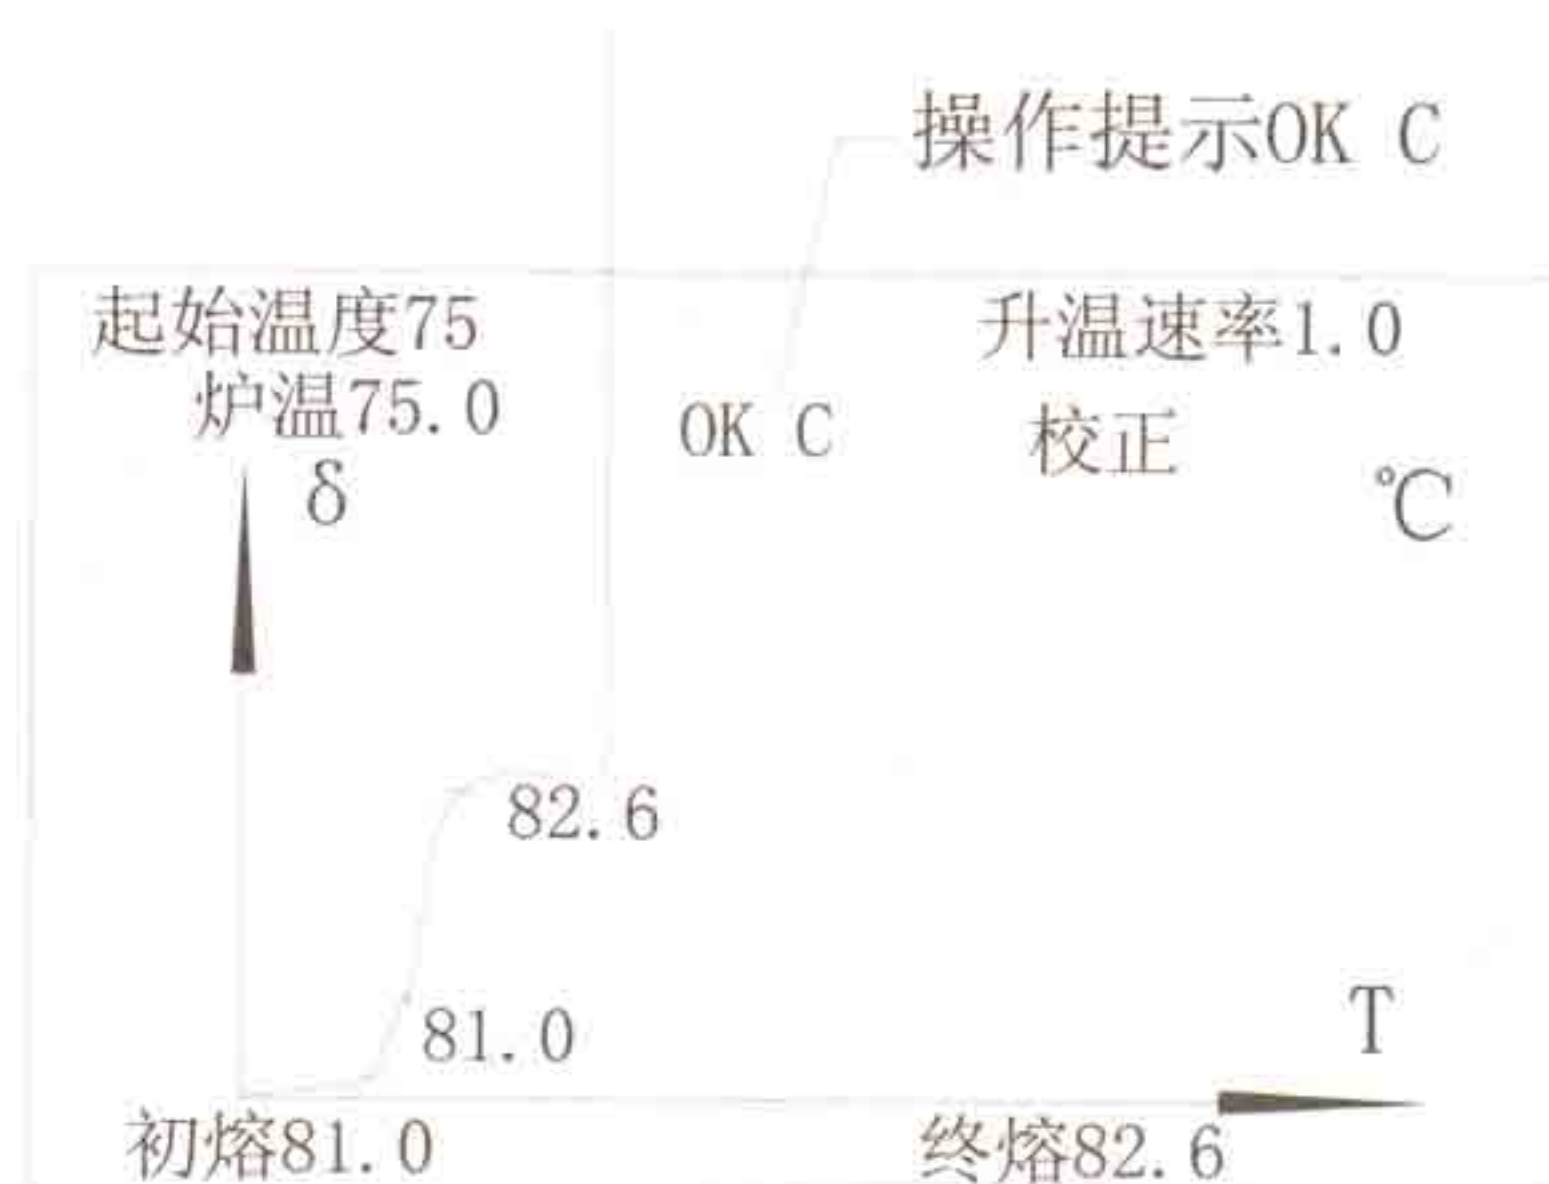

图 13
- ① 每测好一标准样品，操作提示处将显示“OK C”，由用户决定本次测量是否有效；
- ② 若曲线比较连续、熔距正常即可认为本次测量有效而选择 OK，按“”键；（见图 13）